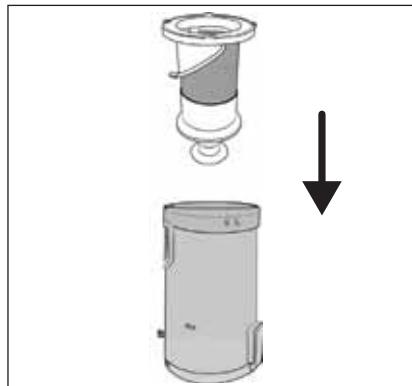

Fig. 21
- 6) Inserire il filtro in acciaio inox ⑤ nel contenitore di raccolta della polvere ⑥ e spingerlo fino in fondo (vedere fig. 21). Tenere conto dei due fermi di grandezza diversa presenti sul filtro in acciaio inox ⑤. Grazie a questi fermi il filtro in acciaio inox ⑤ può essere inserito nel contenitore di raccolta della polvere ⑥ solamente in una posizione.